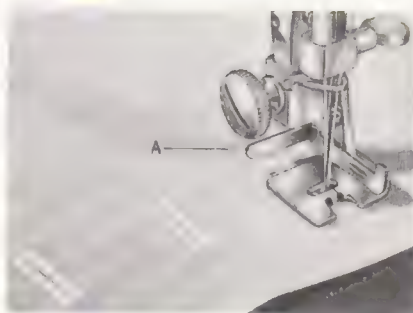

Abb. 26.
5. Längenmass des Knopfloches (A in Abb. 26) einstellen, um die gewünschte Länge desselben zu bezeichnen. Der Abstand zwischen Nadel und Längenmass bestimmt die Länge des Knopfloches.
2. Den Anfang des Knopfloches unter die Nadel legen, mit der Kennzeichnung auf sich zu. Nähfuss herunterlassen und zu nähen anfangen. Anhalten, wenn die erste Stichreihe das Längenmass (A in Abb. 26) erreicht.